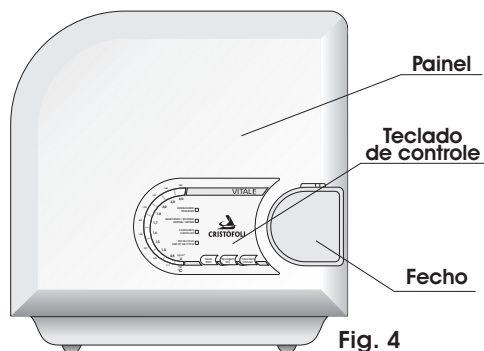
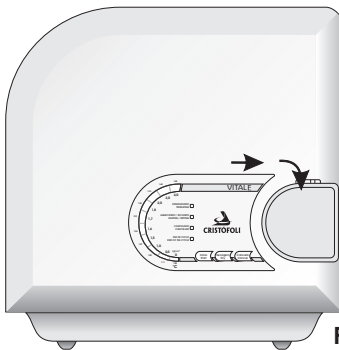

Fig. 4
Fig. 17
- 1► **PAINEL** - Está localizado na parte frontal da autoclave, fabricado em plástico ABS injetado, é onde se encontra o teclado de controle da autoclave (Fig. 4, pág. 11).
- 3► **TECLADO DE CONTROLE** - Localizado sobre o painel, é onde ficam as teclas de controle e os LEDs indicativos da autoclave (Figs. 4 e 5, pág. 11).
- 5► **FECHO** - Localizado na parte frontal da autoclave (Fig. 4, pág. 11). É utilizado para abrir, fechar e travar a porta da autoclave (conjunto painel/tampa). Para verificar a posição correta do fechamento consulte as Figs. 17 e 18 (Pág. 14).
► Feche a porta da autoclave. Para fechar corretamente, ainda com a autoclave aberta e o fecho totalmente para a esquerda, feche a porta pressionando-a contra a câmara (cuba), mova o fecho totalmente para a direita e depois para baixo até o final do curso (Figs. 17 e 18). Para a abertura da autoclave repita o mesmo procedimento de modo inverso;